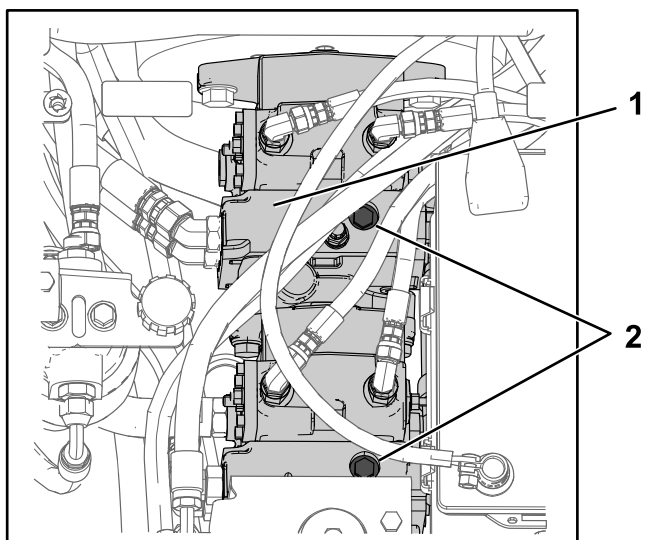

Figura 14
2. Utilizzate una bussola da 15 mm per rimuovere le valvole di sfogo superiori dalla pompa tandem (Figura 14).